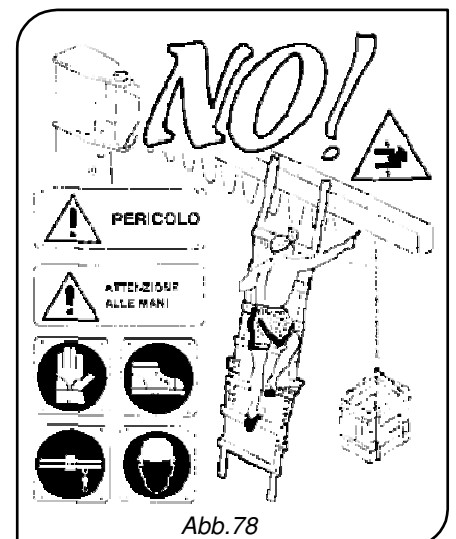

Abb. 78
- **NIE** während der Wartungsphasen: (Abb. 78)